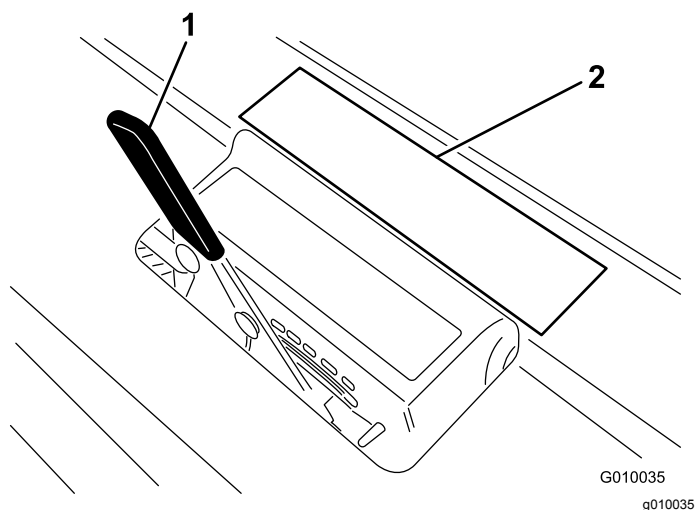

Figura 28
3. Coloque el taladro sobre la pegatina de profundidad de los taladros (Figura 28) con un extremo alineado con la profundidad de